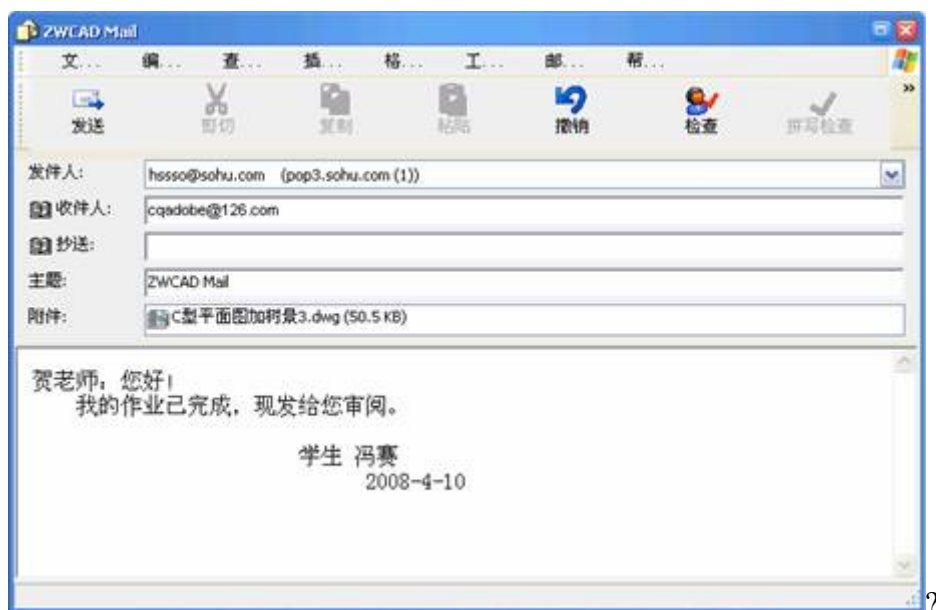

图 12-11 附件包含中望 CAD 图形的电子邮件
1. 在 E-mail 消息中包含一个图形文件。打开图形文件，选择“文件”菜单下的“发送邮件”。如果邮件程序还未运行，一个包含有中望 CAD 图标和文件名的新电子邮件消息会出现。如图 12-11 所示。